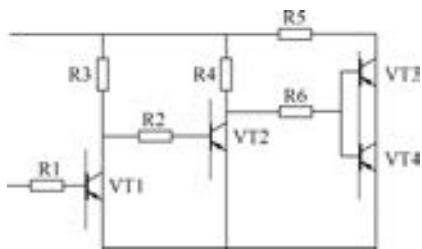

图 5-14 晶体管插入后的图形
8) 选择“插入”→“块”菜单命令，弹出“插入”对话框，在“名称”文本框中通过“浏览”找到已创建的“晶体管符号”块，单击“确定”按钮，并根据命令行提示输入晶体管符号的值和插入点等即可。把此块全部插入到图中合适位置后如图 5-14 所示。